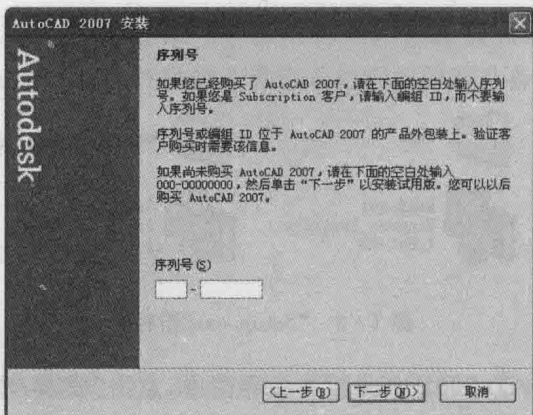

图 1-5 填写序列号
(4) 输入序列号。如果没有序列号,按界面上的提示输入,可以先使用试用版。如图 1-5 所示。填写完毕后,单击“下一步”按钮,继续安装 AutoCAD 2007 中文版。